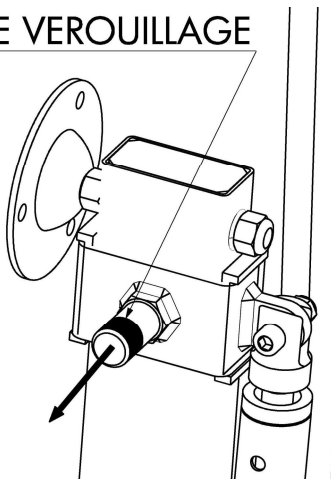

Figure 3
- ⇒ Déverrouiller le loquet (Figure 3) qui maintient la patte en position verticale, puis abaisser celles-ci le plus près possible du sol